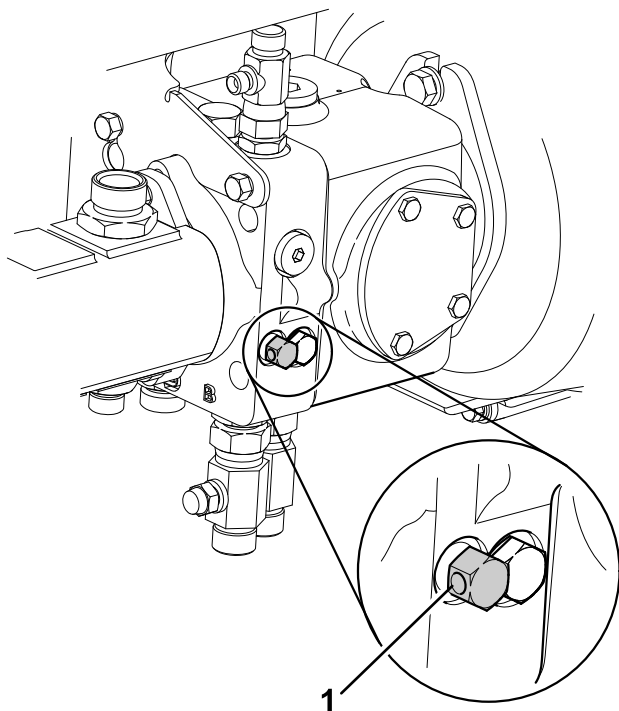

Figura 53
7. Disattivate il sistema frenante idraulico di servizio girando la valvola di bypass posta sotto la pompa della trasmissione in senso antiorario e per un massimo di tre giri (Figura 53).